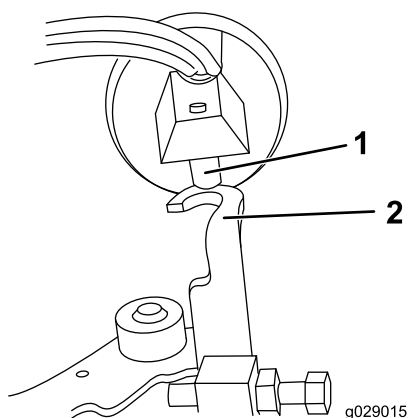

Рисунок 14
6. Установите электромагнитный отсечной топливный клапан так, чтобы штифт плунжера был совмещен с крюком рычага останова двигателя (Рисунок 14).